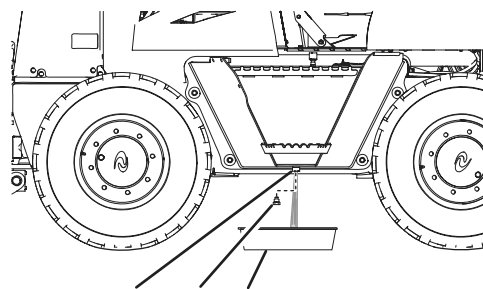

Figure 53
2. Dévissez le bouchon de vidange du réservoir de carburant et laissez couler l'eau (Figure 53).
3. Lorsque du carburant propre s'écoule du réservoir de carburant, remettez le bouchon de vidange en place et serrez fermement (Figure 53).